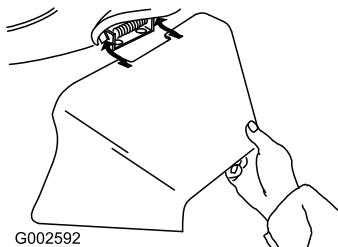

Figure 34
3. Montez l'éjecteur latéral et rabatbez le volet sur l'éjecteur (Figure 34).